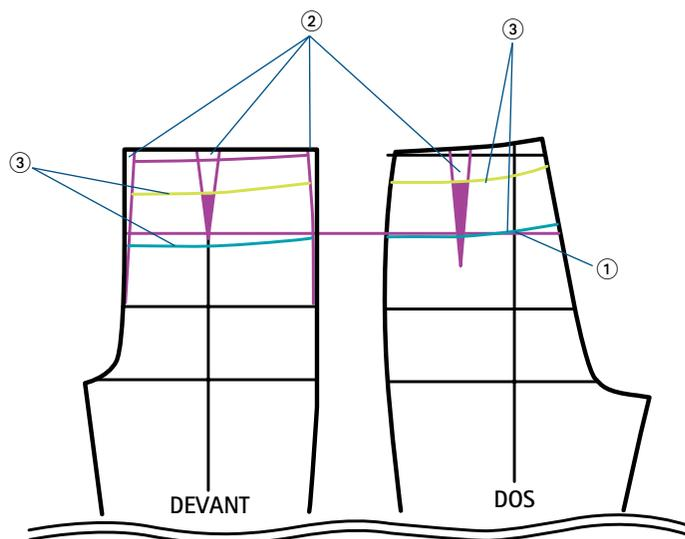

FIG. 1
③ Tracer la ligne de découpe à l'endroit souhaité. Sur la figure 1 sont présentées deux découpes possibles :